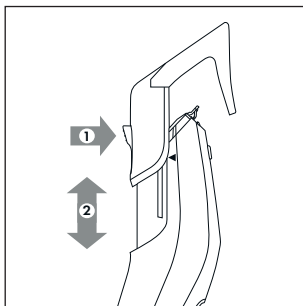
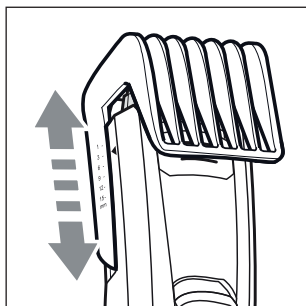

Fig. 3
Fig. 4
- ◆ Pressione o botão na parte traseira do pente encaixável **10/11**, e desloque o pente encaixável **10/11** para cima ou para baixo (ver fig. 3). Desta forma poderá ajustar o comprimento de corte desejado (ver também o capítulo **Cortar cabelo**).
- 3) Regule o comprimento de corte, consoante o comprimento de cabelo desejado, no pente encaixável ⑩/⑪. Para tal, pressione o botão na parte traseira do pente encaixável ⑩/⑪, e desloque o pente encaixável ⑩/⑪ para cima ou para baixo (ver fig. 3). Os comprimentos de corte podem ser consultados na parte lateral, nas marcações do pente encaixável ⑩/⑪ (ver fig. 4). Comece com um comprimento de corte mais comprido e utilize depois ao longo do processo de corte comprimentos de corte mais curtos.
- ◆ Regule o comprimento de corte, consoante o comprimento de cabelo desejado, no pente encaixável **10/11**. Para tal, pressione o botão na parte traseira do pente encaixável **10/11**, e desloque o pente encaixável **10/11** para cima ou para baixo (ver fig. 3). Os comprimentos de corte podem ser consultados na parte lateral, nas marcações do pente encaixável **10/11** (ver fig. 4). Apare a sua barba então progressivamente.